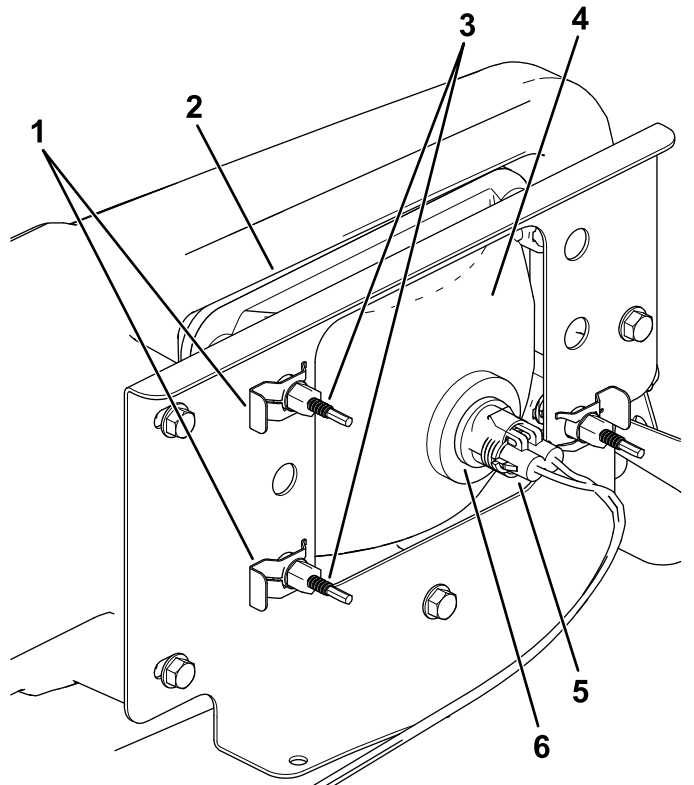

Figura 49
3. Scollegate il connettore elettrico del cablaggio dal connettore del gruppo luci (Figura 49).
4. Togliete i fermagli che tengono bloccato il faro anteriore sulla relativa staffa (Figura 49).
5. Rimuovete il gruppo fari anteriore spostandolo in avanti attraverso l'apertura nel paraurti anteriore (Figura 49).
6. Montate il nuovo faro anteriore attraverso l'apertura nel paraurti (Figura 49).
8. Collegate il connettore elettrico del cablaggio al connettore del nuovo gruppo luci (Figura 49).
5. Sul retro del gruppo fari, ruotate le viti di regolazione (Figura 49) per ruotare il gruppo fari e allineare la posizione di getto del fascio.